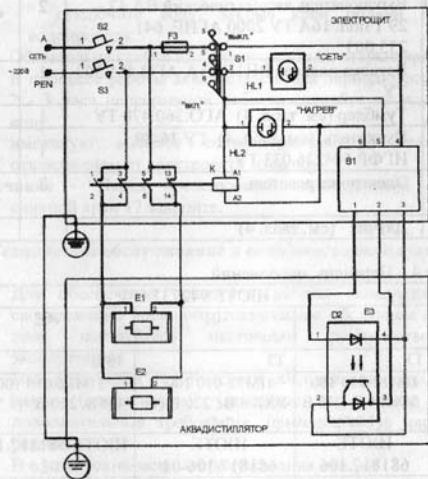

Рисунок 2 - Схема электрическая принципиальная на 220В для сетей с глухозаземлённой нейтралью.
- 6.10. Подведите напряжение 220В от электросети переменного тока через рубильник или выключатель к зажимным контактам 1 выключателя автоматического S2 и S3 – нулевой проводник (рисунок 2)
- 6.12. Подсоедините подводящий провод электрощита к шпилькам электронагревателей аквадистиллятора в соответствии со схемой соединений (рисунок 2).